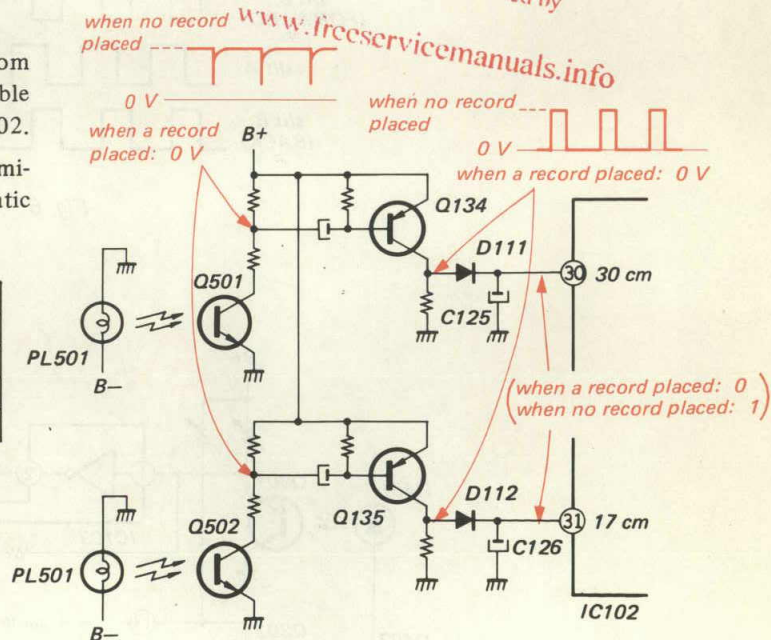

Fig. 5
**1-4-5. Automatic Disk Size Detector (see Fig. 5):**